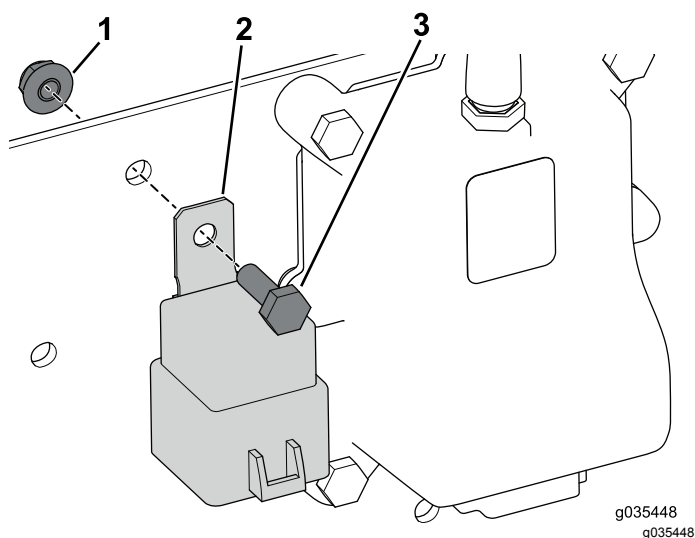

Figura 13
3. Utilice el perno (1/4" x 3/4") y la tuerca con arandela prensada para fijar el relé (Figura 13).